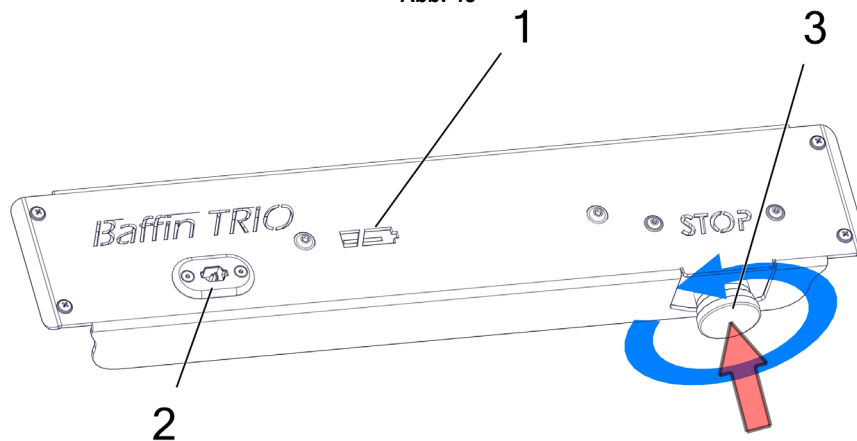

Abb. 41
- Beobachtung des Ladezustands der Batterie durch Überwachung der Farbänderung der Kontrollleuchte – (Abb. 41) Markierung Nr. 1.
- Anschluss des Ladegeräts an die Batterie – (Abb. 41), Steckdose Nr. 2.
– (Abb. 41) den mit der Nummer 3 gekennzeichneten Schalter.
ACHTUNG! DIE FUNKTION DER FERNBEDIENUNG KANN ZUSÄTZLICH DURCH DRÜCKEN DES NOTSCHALTER-KNOPFS GESPERRT WERDEN, WIE AUF DER Abb. 41 MIT EINEM ROTEN PFEIL GEKENNZEICHNET. ES WIRD EMPFOHLEN, DIESEN SCHALTER WÄHREND DER EINSTELLUNG DES PATIENTEN UND DER REGELUNG DES GERÄTS GEDRÜCKT ZU HALTEN, UM EINE UNKONTROLLIERTE BEWEGUNG DES GERÄTS ZU VERHINDERN. DIE ENTPERRUNG DES NOTSCHALTERS ERFOLGT DURCH DREHEN DES SCHALTERS GEGEN DEN UHRZEIGERSINN.